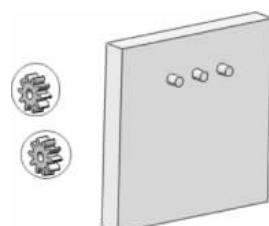

图 3-78 插入两个齿轮
(1) 单击【装配体】工具栏中的【插入零部件】按钮 ，弹出【插入零部件】的属性设置。单击【浏览】按钮，在弹出的【打开】对话框中选择零件【齿轮 1】，单击【打开】按钮，在图形区域的合适位置单击插入，然后插入一个同样的齿轮，两个齿轮如图 3-78 所示。